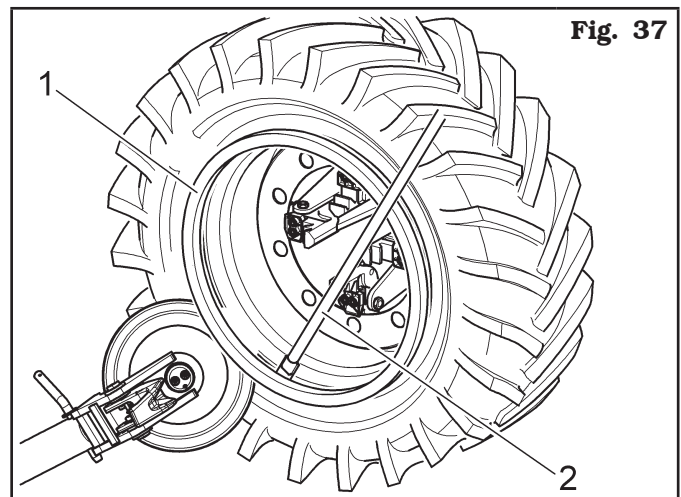

Fig. 37
- Repetir la operación haciendo avanzar el disco destalonador contra el aro (véase Fig. 37) hasta librar el anillo de bloqueo (Fig. 37 ref. 1). Este será sucesivamente extraído con la palanca (Fig. 37 ref. 2).